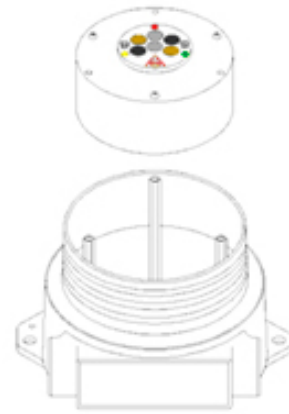

Figura 2-9
4. Deslize o disco de módulo do detector para fora da base do compartimento (veja a Figura 2-9).